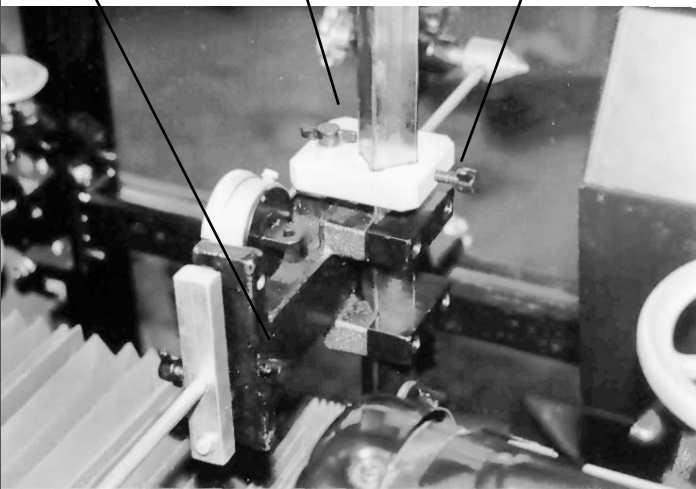

FIG. 46
- Tirare indietro la barra e bloccare la manopola C. Vedere la FIG. 45. Spostarsi sull'altro lato del cilindro, stessa distanza dall'estremità. Allentare la manopola C ed estendere la barra di allineamento. Vedere la FIG. 46.